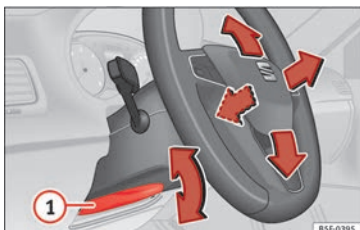

Bild 19 Spak nere till vänster om rattstången
- Ställa in rattpositionen: Dra » » bild 19 ① spaken nedåt och flytta ratten till önskat läge. Lyft upp spaken igen tills den låses.